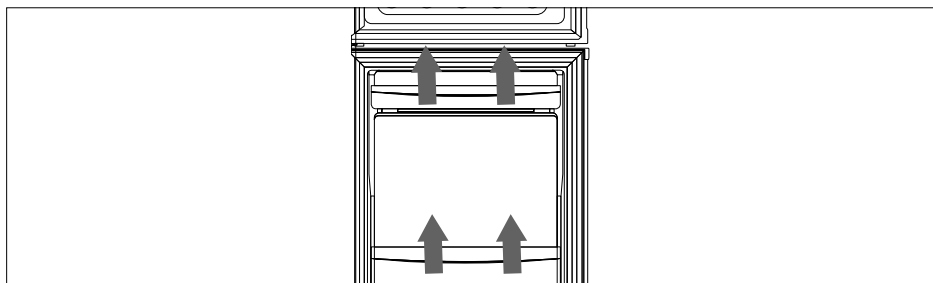

Fig. 19
- ▶ Sollevare lo scomparto della porta (4/6) (vedere la **fig. 19**) per estrarlo.